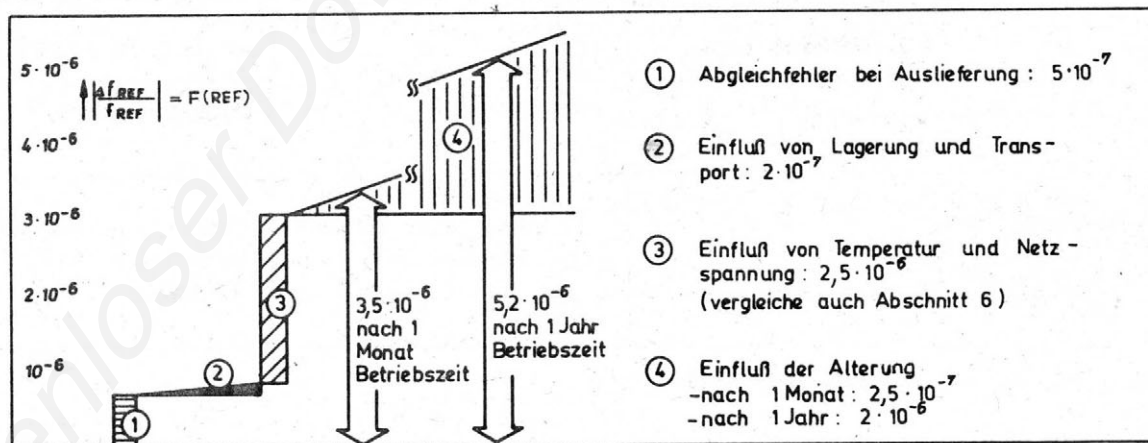

Bild 17: Fehler der internen Referenzfrequenz
- $\Delta f_{REF} / f_{REF}$  : relativer Fehler der internen Referenzfrequenz nach Bild 17
Der Fehler der internen Referenzfrequenz ist bereits im vorhergehenden Abschnitt, Bild 17 angegeben worden. Als wesentlicher Fehleranteil war dabei der Einfluß von Temperatur und Netzspannung zu erkennen.